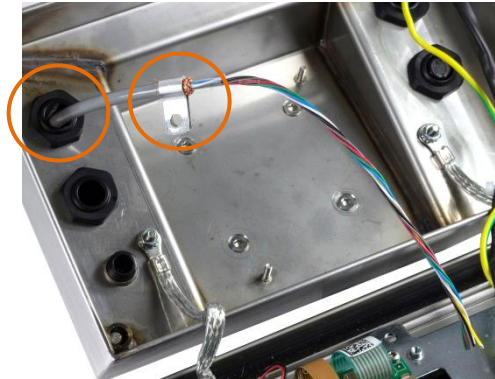

Figura 2-29: Cabo da Célula de Carga do Gabinete do IND236, com Clipe de Aterramento do Chassi
1. O cabo da célula de carga passa pelo gabinete através do prensa-cabo como indicado na Figura 2-29.